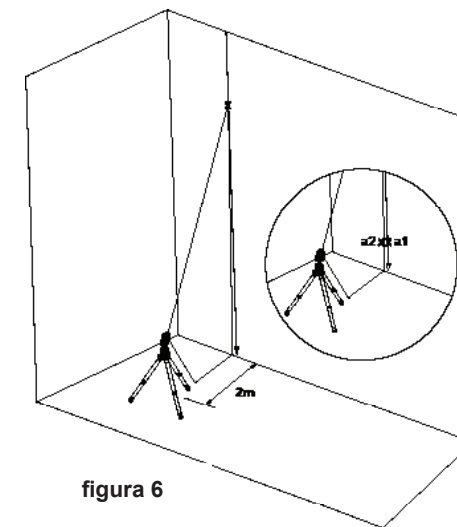

figura 6
- 6) Sul muro, marcare il punto a2 al centro della linea verticale e alla stessa altezza di a1. (vedi figura 6).